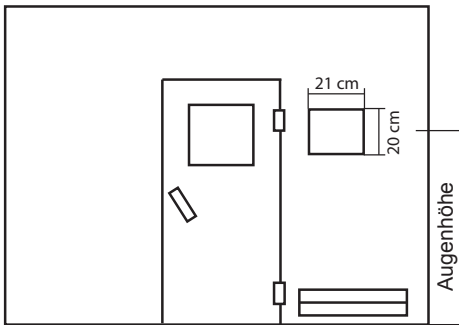

Abb. 5
1. Erstellen Sie einen min. 3,5 cm tiefen Wandausschnitt gemäß den Abmessungen in Abb.5.